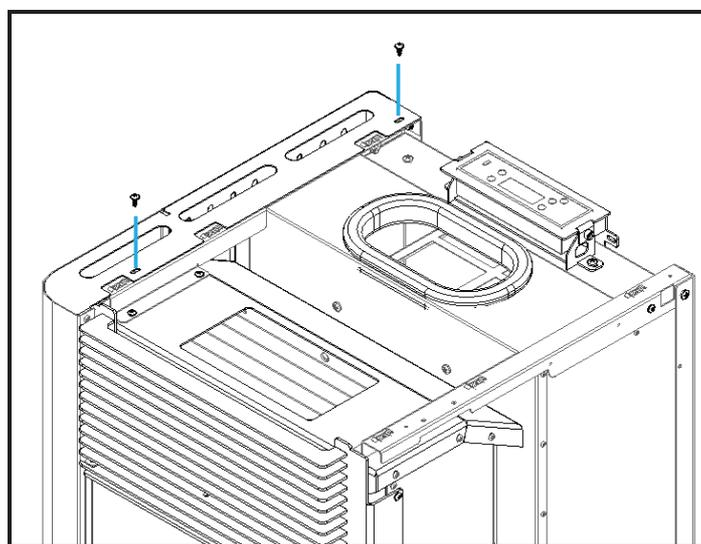

Figura 95 – Fijación de las laterales de las envolventes na parte superior
e) Repetir el proceso realizado en los puntos c y d desde este punto a las otras envolventes (hacer coincidir los orificios de la tapa con los orificios de la estructura) y apretarlos con cuatro tornillos **B** (DIN 7981 4,2x9,5), dos en cada lado, como se muestra en la Figura 95.